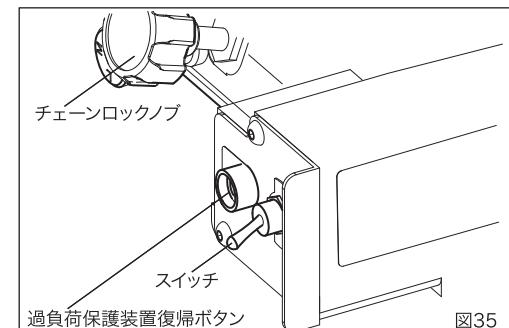

図35
3. 切断中にモータが停止した場合(図35)
- ①スイッチをOFFにする
- ②原因を取り除く
- ③スイッチの下にある過負荷保護装置復帰ボタンを押す(図35)